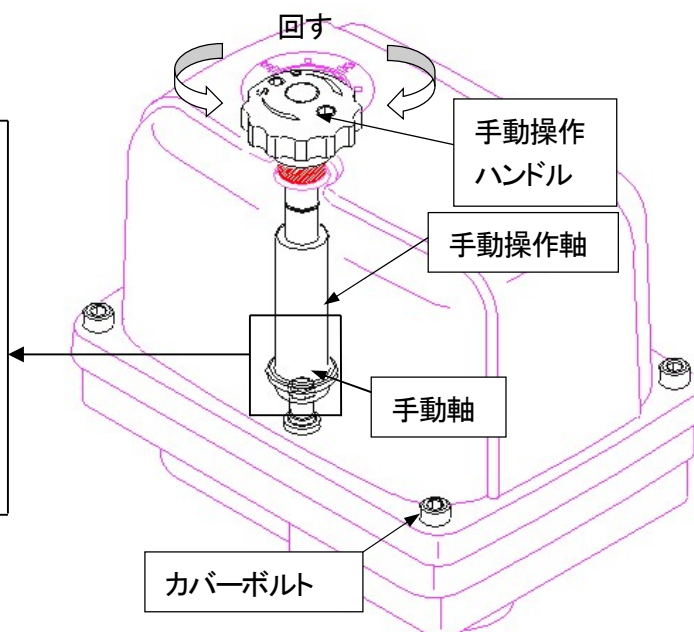

図 12-3 手動操作機構
手順① 手動ハンドルを引上げ手動操作状態にします。「図 12-3 手動操作機構」を参照ください。